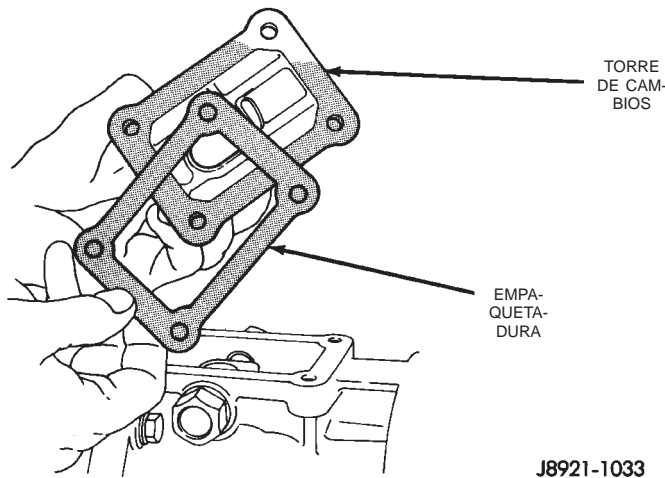

Fig. 18 Desmontaje de la empaquetadura de la torre de cambios
- (7) Retire la empaquetadura de la torre de cambios de la torre de cambios o la caja de transmisión (Fig. 18).